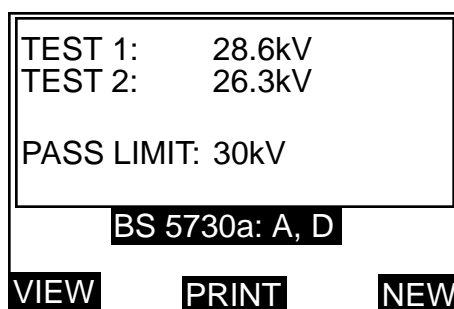

Figure 45. Ecran d'affichage des résultats de l'essai BS5730a.
Une pression sur la touche gauche VUE modifie la moitié supérieure de cet affichage qui indique alors les tensions de fractionnement ainsi que la tension limite acceptable. L'écran de la Figure 45 apparaît alors.
14. Une fois ces essais réalisés (il peut y en avoir 1, 2 ou 3), le message BON ou DEFAULT apparaît. Une pression sur la touche droite NOUVEAU vous ramène à l'écran de sélection de la CATEGORIE D'EQUIPEMENT. Une pression sur la touche gauche VUE modifie la moitié supérieure de cet affichage qui indique la ou les tensions de fractionnement ainsi que la tension limite acceptable. L'écran de la Figure 45 apparaît.